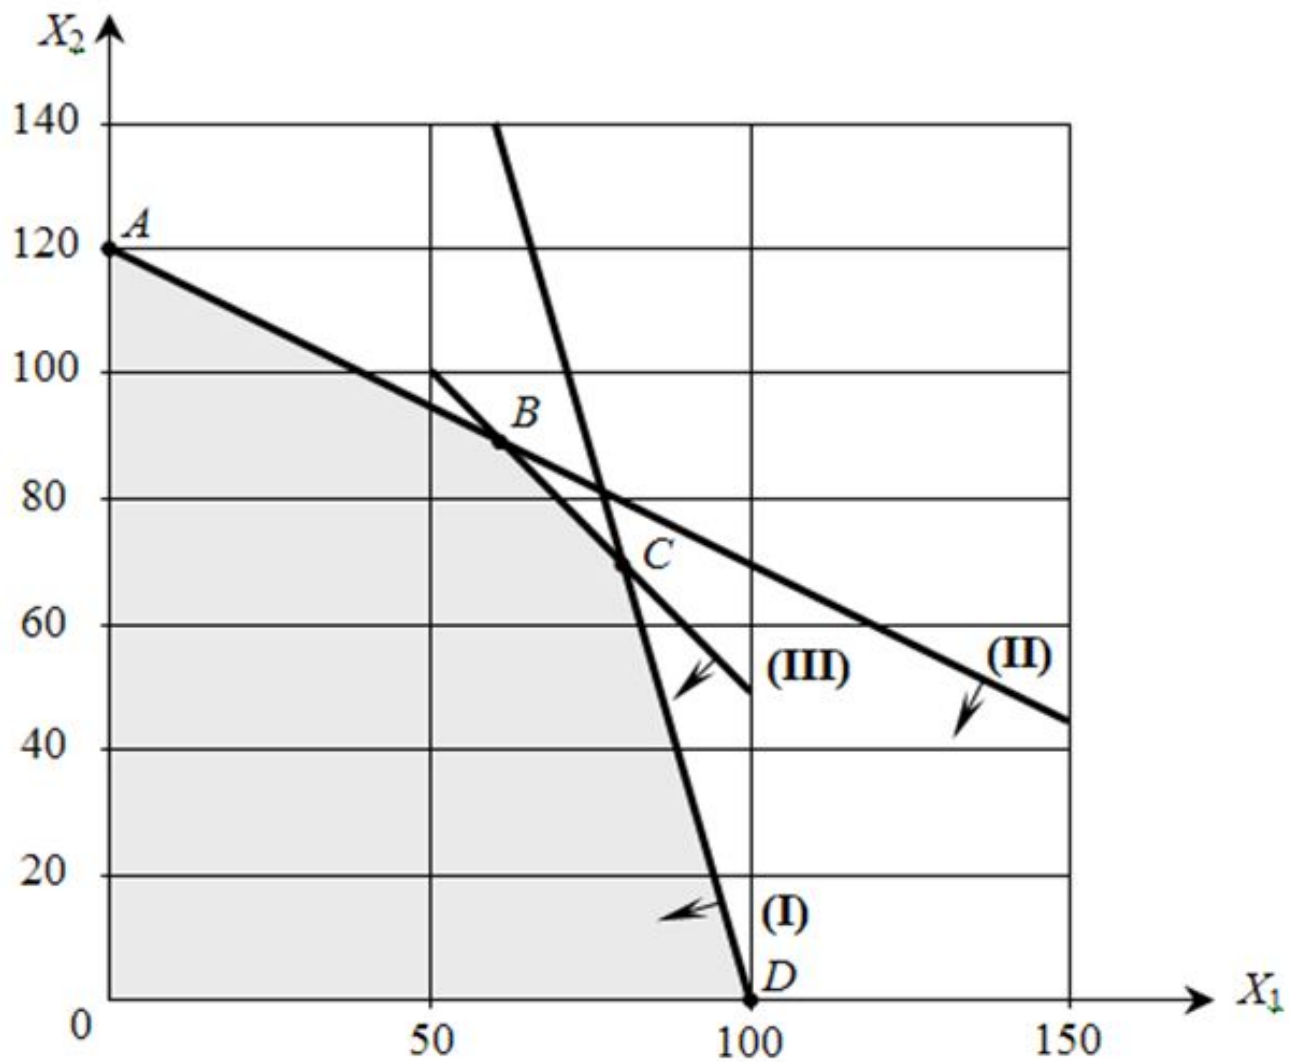

Рис. 2.1. ОДР задачи планирования производства шкафов и тумб
Первому ограничению соответствует полуплоскость, границей которой является прямая $3,5x_1 + x_2 = 350$, обозначим ее (I). Построим эту прямую по двум точкам: $x_1^I = (100; 0)$ и $x_2^I = (60; 140)$ (рис. 2.1).
Пересечение всех полуплоскостей, соответствующих ограничениям, есть ОДР. Таким образом, в данной задаче областью допустимых решений является выпуклый многоугольник $OABCD$ (на рис. 2.1 он закрашен серым цветом).